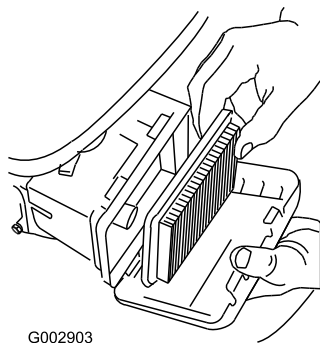

Figure 37
3. Déposez le filtre à air (Figure 37).